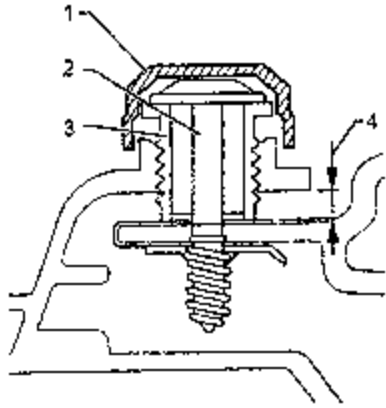

图 11-63 调整前大灯安装位置
④检查前大灯的安装位置,确保前大灯的安装缝隙均匀一致,如不一致则必须进行调整。如图 11-63 所示。调整可按如下步骤进行: a.大体上拧松三颗固定螺栓,直到前大灯部件可以易于在调整衬套 3 中来回移动时为止; b.使用一只螺母板手 SW17 调整衬套 3,将衬套旋转进去或旋转出来,使间隙尺寸一致; c.把紧固定螺栓 (3.5N·m) 2 拧紧,按照均匀的间隙尺寸重新检查和调整前大灯的安装位置。